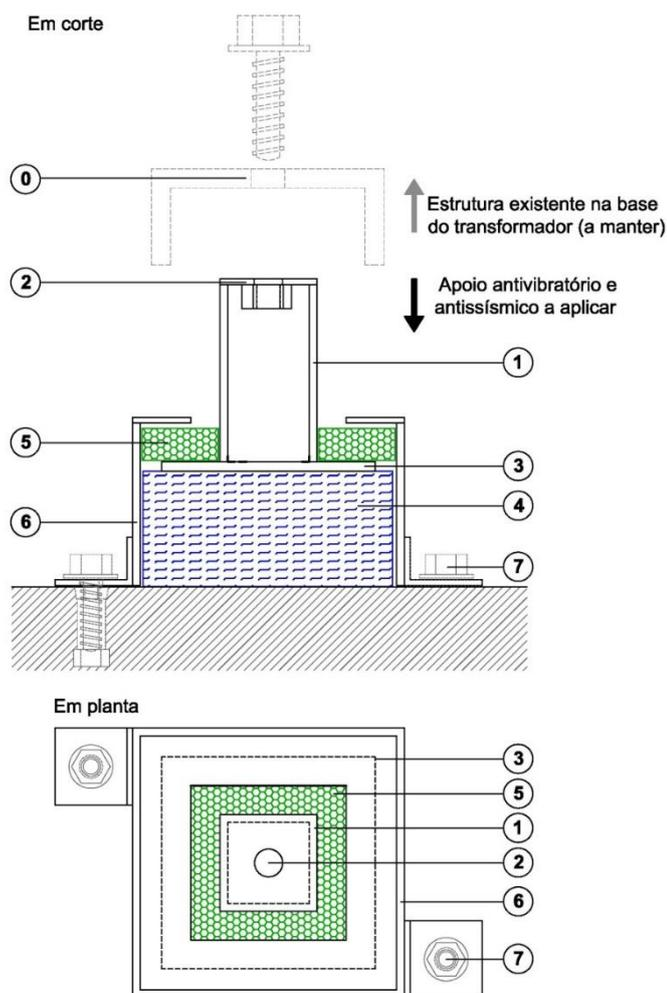

Figura 3 – Esquema em corte e em planta dos componentes que constituem o apoio antivibratório e antissísmico
De acordo com a Figura 3, o apoio é constituído por um adaptador vertical (1), (2) e (3), assente num calço antivibratório (4), protegido superiormente por outro calço designado de calço antissísmico (5), e por uma caixa de amarração (6) que trava e confina o conjunto e o fixa mecanicamente ao piso (7) ou à chapa de base soldada ao perfil.